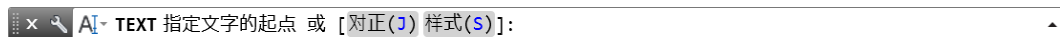

图 7-6 执行“TEXT”命令时的命令行提示
① 在功能区“默认”选项卡的“注释”面板中单击“单行文字”按钮 **A**，或者在功能区“注释”选项卡的“文字”面板中单击“单行文字”按钮 **A**，命令行提示如图 7-6 所示。